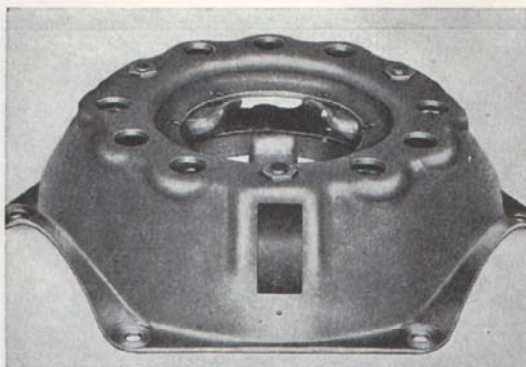

Bild 9. Sammärkning av kopplingskåpa och tryckplatta.
1. Märk upp kopplingen enligt bild 9 därest märkning enl. punkt 6 under "Demontering, Tid. utf." ej varit erforderlig.
5. Se till att de tre fjädrarna (1 bild 14) för kopplingshävarmarna sitter på sina platser och lägg kopplingsplåtkåpan ovanpå de sex tryckfjädrarna i det läge som tidigare uppmärkts, bild 9.